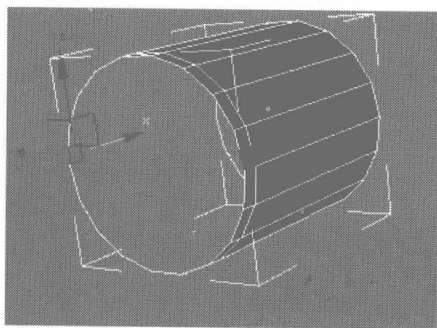
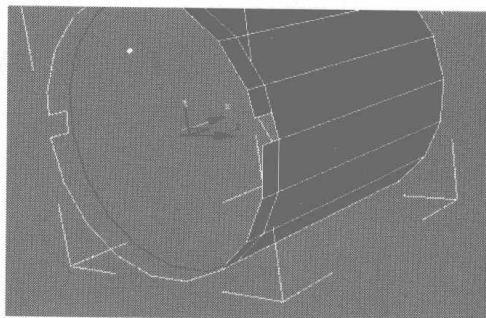

图 6.470
图 6.471
- 77** 切换为面编辑，选择如图 6.470 所示的两个面，将其删除，然后再添加一条如图 6.471 所示的细分线。